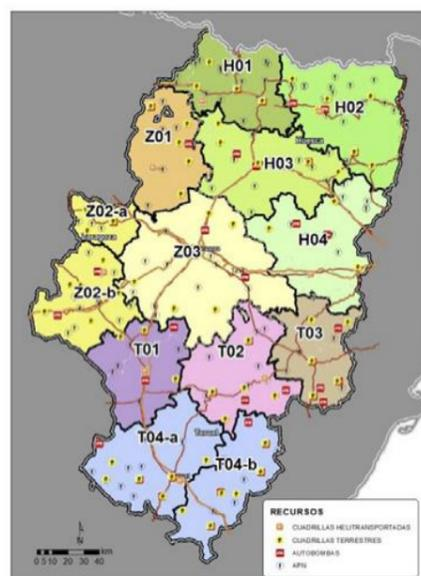

Figura 27. Zonas de Intervención Forestal del #INFOAR
- ZONA DE INTERVENCIÓN FORESTAL: Es la unidad territorial mínima de gestión del #INFOAR. Aragón se divide en 13 Zonas de Intervención Forestal (Figura 27).